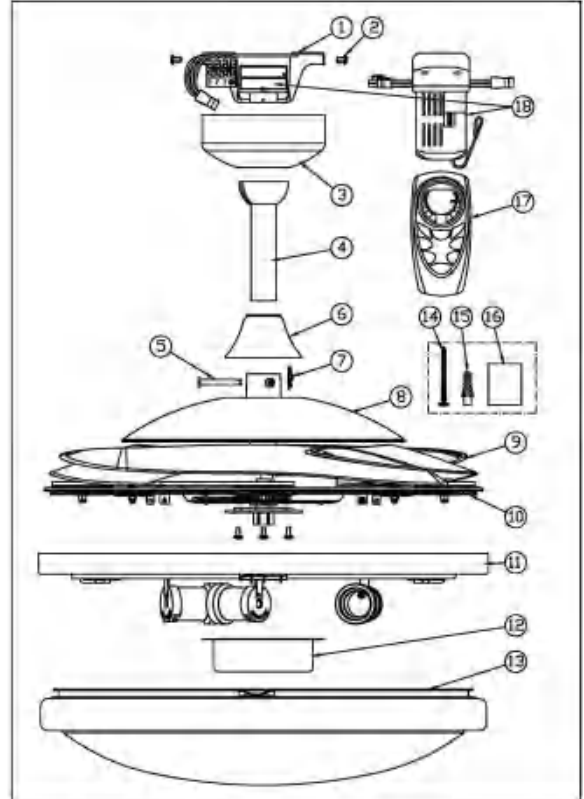

FIGURA 1
17) FIGURA 1 ATORNANDO LOS DOS